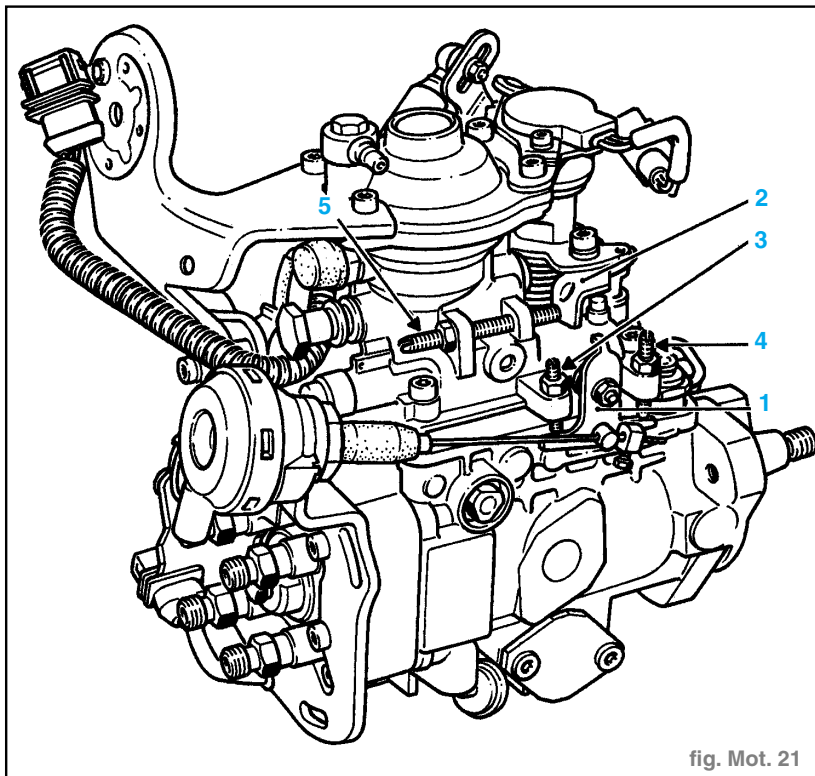

fig. Mot. 21
- Vérifier que le levier (1) est bien en appui sur la vis (3). (fig. Mot. 21)
- Dévisser de 2 tours la vis de débit résiduel (5).
- Régler le régime de ralenti à 725 ± 25 tr/mn. à l'aide de la vis (3).
- Placer une cale de 1 mm entre la vis de débit résiduel (5) et le levier de charge (2).
- Mettre le levier de ralenti séparé (1) en appui sur la vis de ralenti accéléré (4), puis ajuster le régime à 850 ± 25 tr/mn. à l'aide de cette vis (4). (fig. Mot. 21)
- Vérifier que le levier de ralenti séparé (1) est en appui sur la vis de ralenti (3). (fig. Mot. 21)
- Lorsque les réglages précédents sont effectués, il sera nécessaire de régler la longueur de l'amortisseur. Le levier (1) en appui sur la vis de ralenti (3). (fig. Mot. 21)